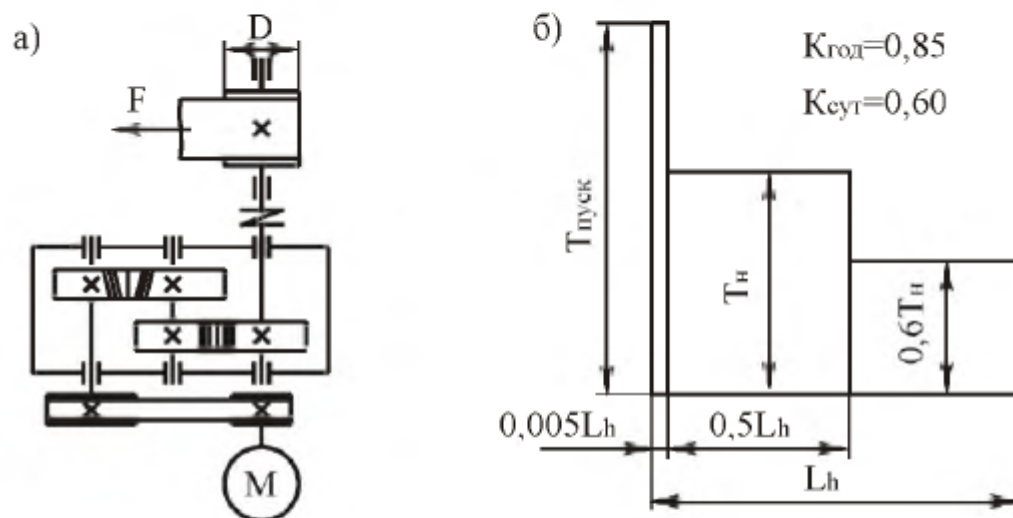

Рис. 6.1. Привод ленточного конвейера:
**Тема 1.** Спроектировать привод ленточного конвейера (рис. 6.1, табл. 6.1). Привод вала барабана ленточного конвейера осуществляется от асинхронного электродвигателя общего машиностроительного применения через открытую клиноременную передачу и цилиндрический двухступенчатый редуктор. Выходной вал редуктора соединен с валом барабана упругой муфтой.